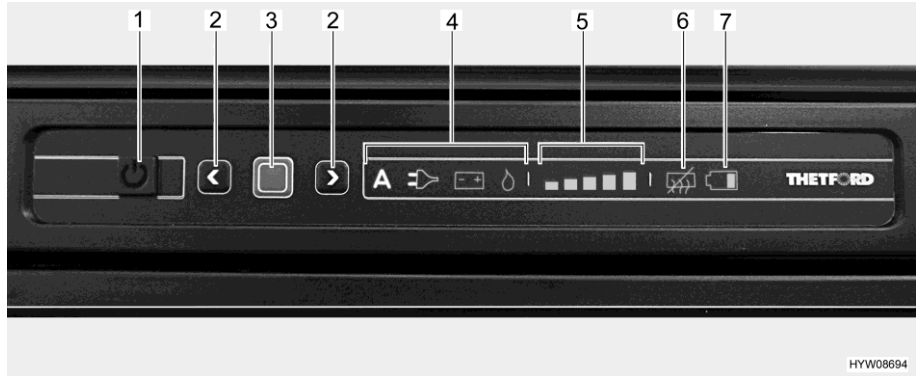

Bild 149 Lysdiodsreglage (kylskåp Thetford)
- Tryck på på/av-knappen (Bild 149,1) i en sekund. Knappen tänds med grönt ljus. Efter ca 10 sekunder dimmas indikeringen automatiskt för att spara ström.
- Tryck på bekräftelseknappen (Bild 149,3). Det sist valda driftläge visas.
- Tryck ned bekräftelseknappen (Bild 149,3) i cirka 2 sekunder. Symbolen för driftläge blinkar.
- Manuellt energival: Med pilknapparna (Bild 149,2) väljer du önskad energikälla.
- Automatiskt energival (endast för utförande med automatiskt energival): Välj driftläget "A" med hjälp av pilknapparna (Bild 149,2).
- Bekräfta valet med bekräftelseknappen (Bild 149,3).
- Tryck på bekräftelseknappen (Bild 149,3) igen. Kylnivåindikatorn (Bild 149,5) blinkar.
- Ändra inställningen genom att trycka på pilknapparna (Bild 149,2) till önskad inställning visas.
- Tryck på på/av-knappen (Bild 149,1) i cirka 2 sekunder. Alla lampor släcks. Kylskåpet är avstängt.
När kylskåpet sätts på väljs automatiskt den sist valda termostatinställningen. Denna inställning kan ändras manuellt med pilknapparna (Bild 149,2). Det tar alltid några timmar innan man har en normal drifttemperatur i kylskåpet. Vid omkopplingen till ett annat driftläge, bibehålls termostatinställningen.